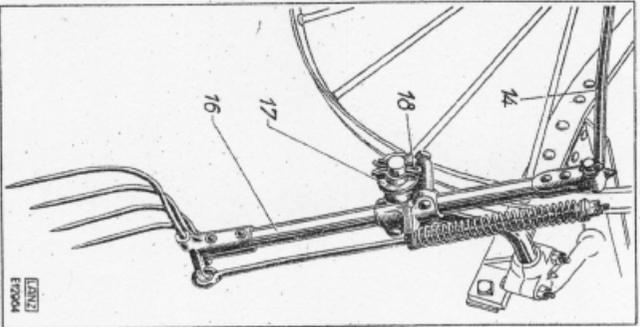

Bild 9. Äußere Gabel
- d) Kurbelwellenenden einfetten, komplette äußere Gabeln „16“ (Bild 9) auf Kurbelwelle schieben, Sicherungsring „17“ aufsetzen und mit Splint „18“ sichern.